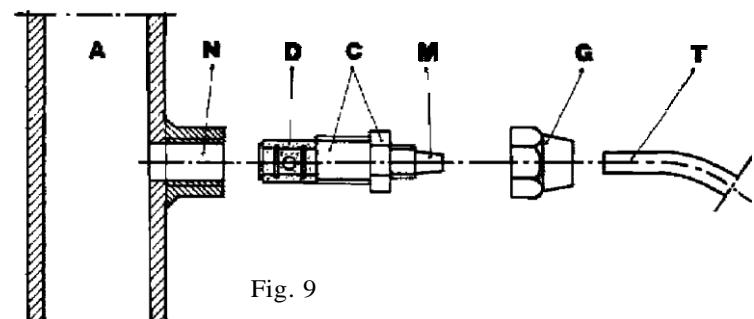

Fig. 9
g.- Seleccione el punto de inyección más apropiado en la tubería de la instalación a tratar y coloque un empalme de 3/8 " gas hembra. Este empalme no viene con la bomba. Enrosque la válvula de inyección en el empalme con la junta de impermeabilización de Teflón Fig.9. Conecte el tubo de la juntura cónica de la válvula de inyección y asegúrelo con la abrazadera G correspondiente. La válvula de inyección es también una válvula estática.
3.1 -ESQUEMA DE MONTAJE DE LA VÁLVULA DE INYECCIÓN FIG. 9